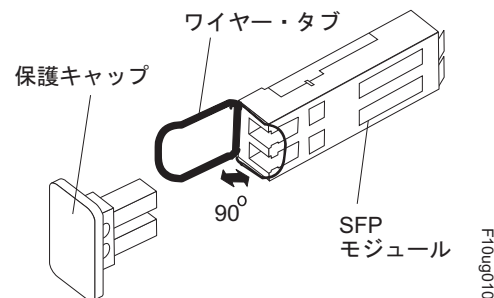

図 23. SFP または SFP+ モジュール・ラッチのアンロック - ワイヤー・タブの場合
- ・ ワイヤー・タブが入っている SFP または SFP+ モジュールの場合は、図 23 に示すように、ワイヤー・ラッチを外側に 90° 引いて SFP または SFP+ モジュールのラッチをアンロックします。